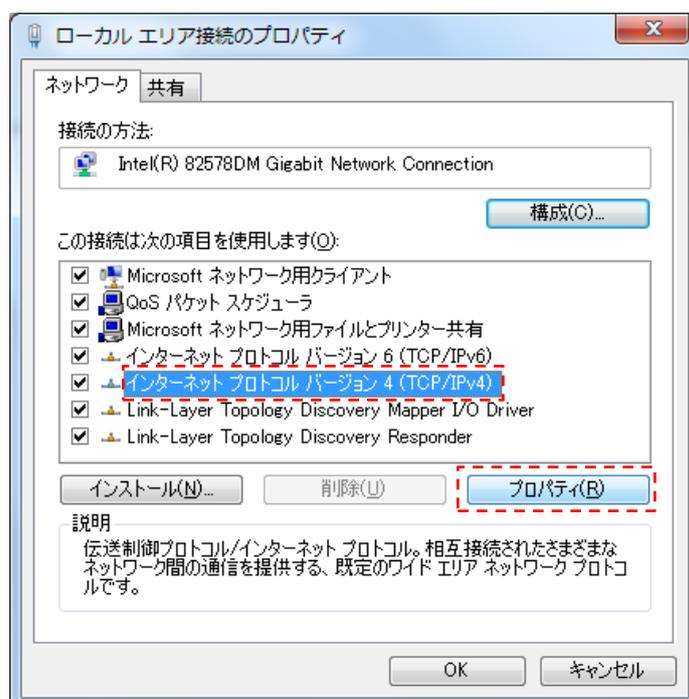

図 3-5 ローカルエリア接続のプロパティ画面
手順③：ローカルエリア接続のプロパティ画面より、「インターネットプロトコルバージョン 4(TCP/IPv4)」を選択し、「プロパティ」をクリックしてください。(図 3-5)